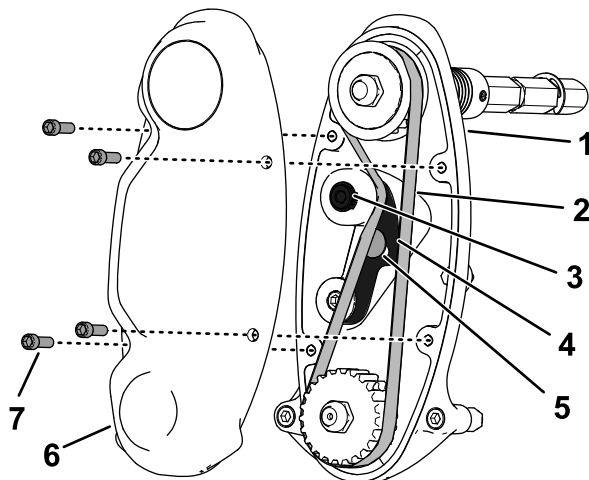

Рисунок 17
1. Снимите крышку ремня, чтобы открыть доступ к ремню (Рисунок 17).
2. Ослабьте болт рычага натяжного ролика и поверните рычаг натяжного ролика (Рисунок 17), чтобы ослабить натяжение ремня.
3. Снимите ремень (Рисунок 17).
6. Установите ремень и затяните его, приложив крутящий момент от 4 до 5 Н·м к внутреннему шестиграннику рычага натяжного ролика, показанного на Рисунок 17.